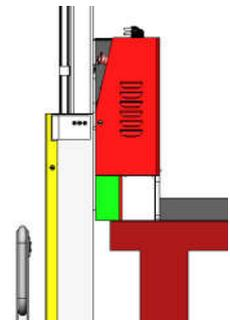

Fig. 9: Posizione della
**1. Nella fase 4, il sollevatore deve mantenere il bordo della piattaforma nell'area verde (area operativa sicura) sotto la cornice del pallet. L'area rossa è la delimitazione dell'area come mostrato in fig.9. Non è consentito l'utilizzo del presente carrello in aree diverse da quella verde e quella rossa.**
Come mostrato in fig. 9, parcheggiare il carrello in sicurezza e attivare il pulsante di emergenza (11). Aprire la copertura principale (14). Girare la vite